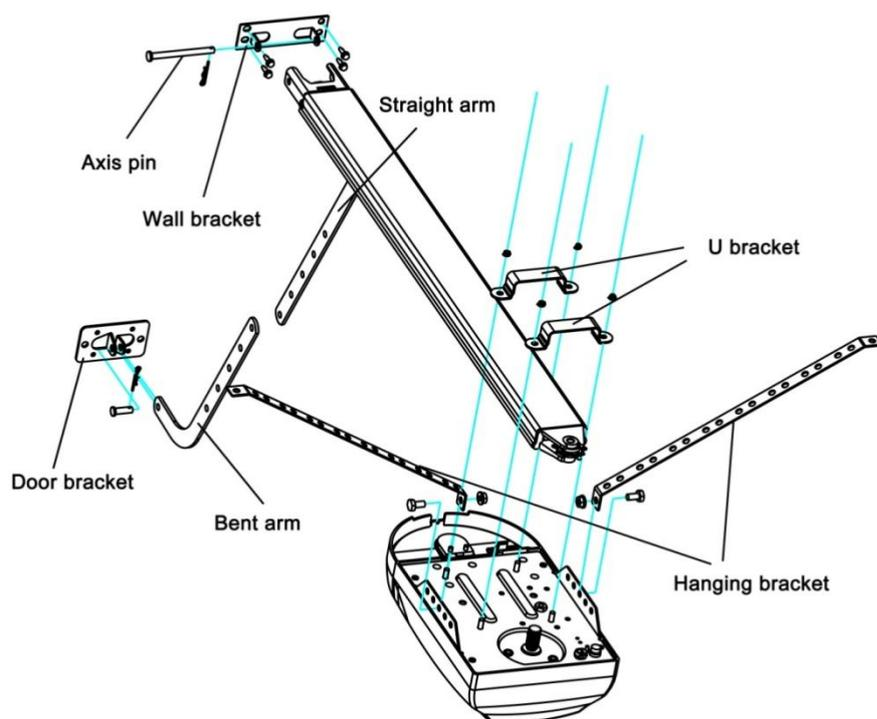

Fig. 6
2. Fijación de la pista de acero al soporte de pared con el pasador del eje. (Fig. 6)